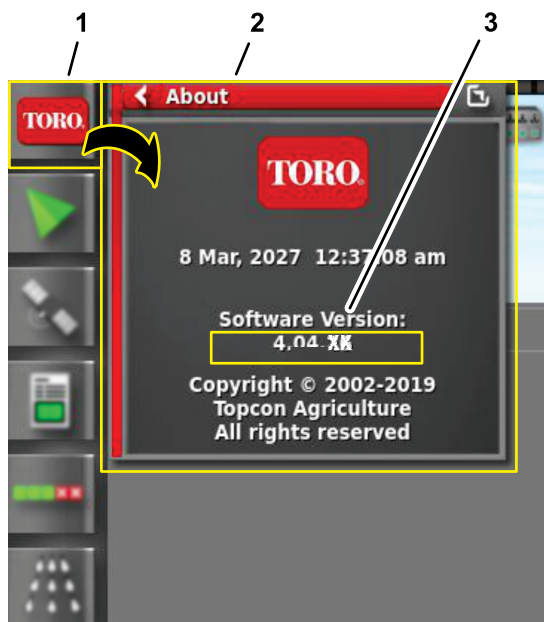

Figura 235
2. Pressione o ícone ACERCA (Toro) no canto superior esquerdo da consola de controlo (Figura 235).